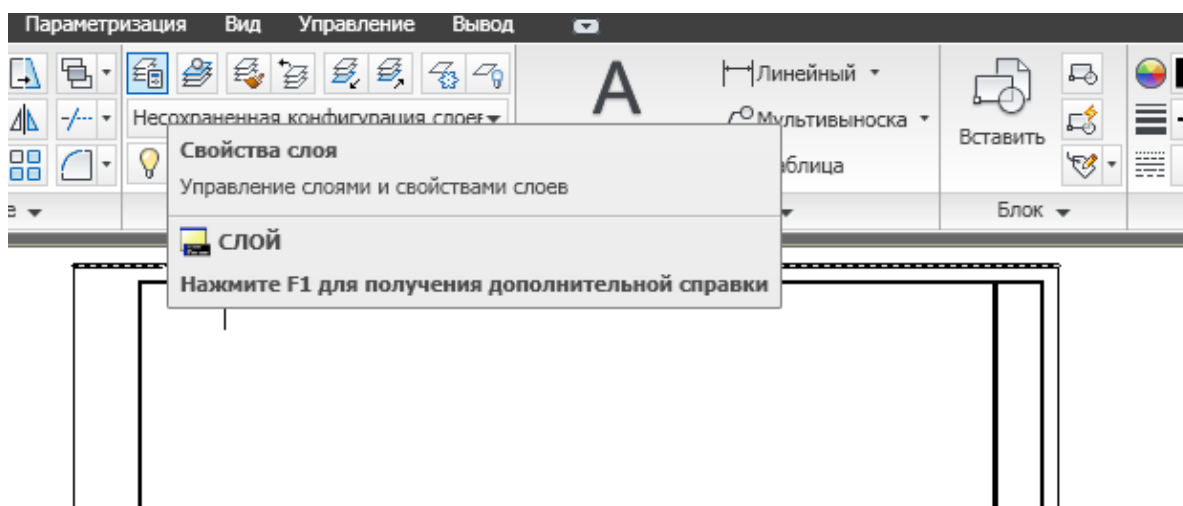

Рис. 2. Диалоговое окно **Свойства слоя**
- ☞ На панели инструментов щелкните на кнопку **Свойства слоя** (рис.2).